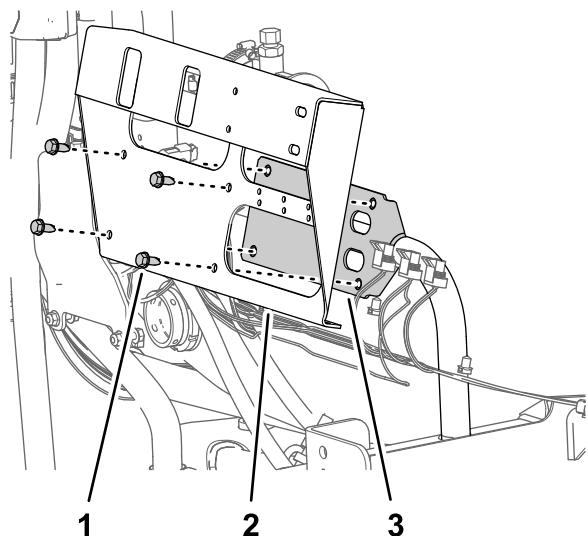

Bild 73
3. Entfernen Sie die vier Bundkopfschrauben (5/16" x 3/4"), mit denen die Abschnittventilhalterung an der Ventilbefestigung befestigt ist, und nehmen Sie die Ventilhalterung von der Maschine ab (Bild 73).